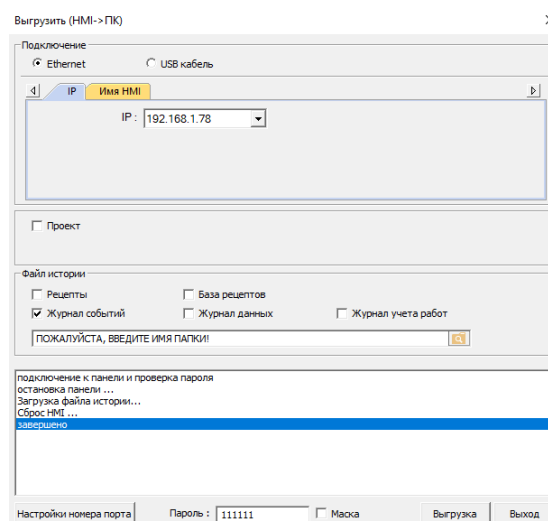

Рисунок 6.4 – Процесс выгрузка журнала архивных сообщений из БС в ПК
7. После нажатия кнопки «Выгрузка», начнется процесс выгрузки журналов из БС в АРМ администратора (рисунок 6.4).